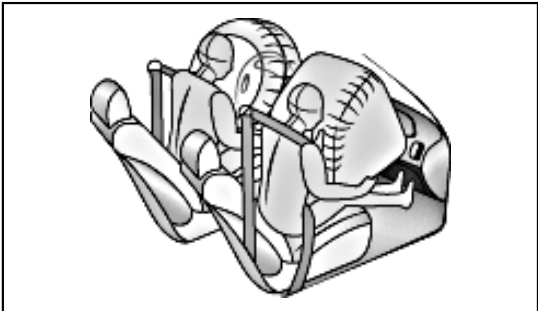

Рис. 1. - Фронтальные подушки безопасности.
- фронтальные (рис. 1) — в ступице рулевого колеса (для водителя) и в панели приборов (пассажирская). Они защищают голову и верхнюю часть тела (грудь, плечи) человека. На современных машинах объем подушки водителя — около 50л, а переднего пассажира — 80-90л, поскольку ее опора — панель приборов — дальше от человека, чем рулевое колесо;